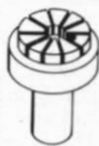
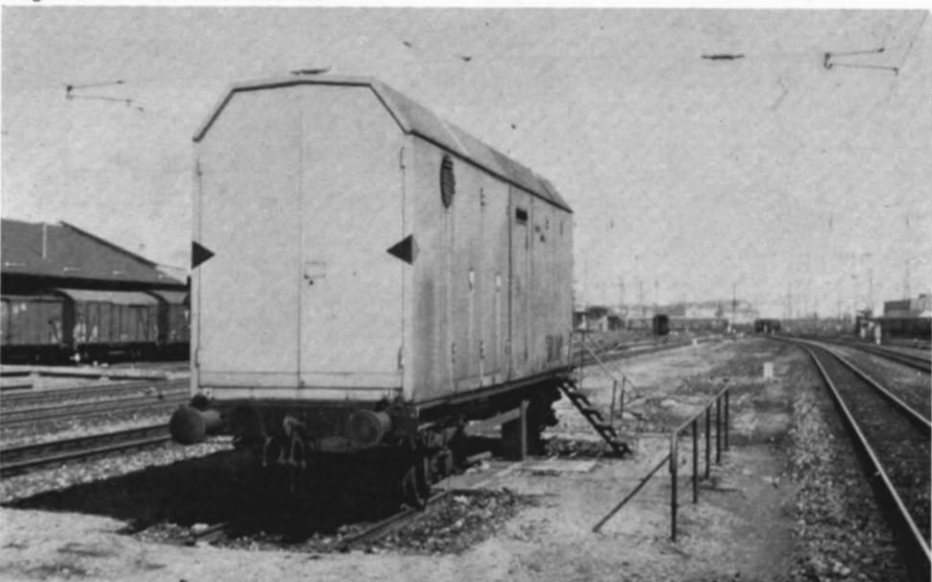

Abb. 13. So sieht ein Alustempel zur Herstellung von Rädern aus.
Abb. 11. Ladesäule für die Fernbedienung, einschließlich der Ladekabel mit Steckern, und im Hintergrund (s. Pfeil) die Ladeanlage.
Fertig ist das Lötmodell. Sieht etwa so aus wie in Abb. 13 dargestellt.
Abb. 10. Der BBC-Gleichrichterwagen, den Herr J. Zeug, Trier, im Bahnhof München-Ost fotografiert hat. Allerdings steht der Wagen momentan nicht mehr an seinem „angestammten“ Platz, sondern mußte wegen des S-Bahnbaus verlegt werden. Die Verbindung zur „Zapfsäule“ ist aber erhalten geblieben (s. Abb. 11) und der Wagen ist auch nach wie vor in Betrieb.
Von der Firma BBC, der wir auf diesem Wege nochmals danken möchten, erhielten wir dann auch prompt genauere Unterlagen über die in München-Ost stationierten Gleichrichternwagen (s. Abb. 11—16).
Er ist, wie schon erwähnt, 1956 im Auftrag der DB-Direktion München als Akku-Ladestation für ETA-Triebwagen gebaut worden. Die erforderliche elektrische Versorgung erfolgt zunächst über Kabel aus dem DB-Fahrstromnetz (15 kV, 16 $\frac{2}{3}$ Hz). Diese Hochspannung wird zunächst im Gleichrichter-Trafo (5 in Abb. 13) heruntertransformiert und dann dem Gleichrichter (1) zugeführt. Zum Laden der Akkus steht somit eine Spannung von ca. 450 V bei maximal 200—300 Ampere (für Schnellladungen) zur Verfügung. Für die Konstanzhaltung der Werte sorgen eine dreistufige Regelschaltung, sowie Schalt-, Sicherungs- und Trennelemente (s. a. Abb. 14). Die Steuerung des Ladevorgangs sowie die Kontrolle der Ladespannungen und -ströme erfolgt vom Bedienungsschrank (2) aus.
Abb. 13 u. 14. Aufbauzeichnungen des BBC-Gleichrichterwagens (in H0-Größe) mit der Anordnung der einzelnen Funktions-Baugruppen.
(Den Schaltplan, die Fotos der Abb. 11, 12, 16 u. 17, sowie die Zeichnungsunterlagen für die Abb. 13 und 14 stellte uns freundlicherweise die Firma Brown, Boveri & Cie, Mannheim, zur Verfügung).